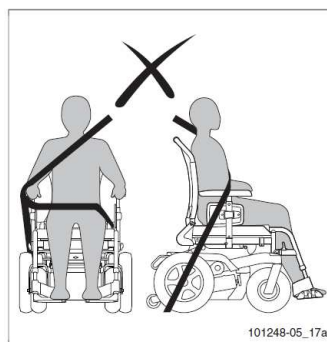

Figura 19
- Assicurarsi che il contatto della cintura di sicurezza con il corpo non sia ostacolato da parti della carrozzina, come braccioli e ruote (Figura 19)